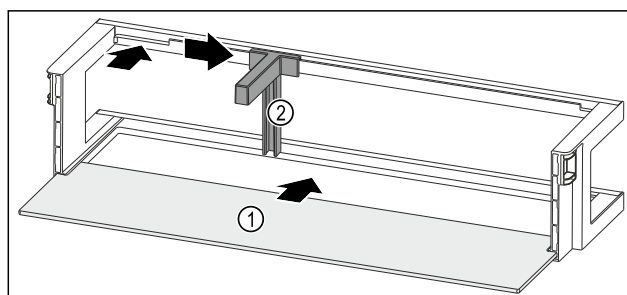

Fig. 92 Estantes en la contrapuerta con estante
- Introduzca el estante Fig. 92 (1) en los huecos laterales.
- Inserte el soporte para botellas Fig. 92 (2) en la entalladura.
- Deslice el soporte para botellas Fig. 92 (2) hacia un lado a la posición deseada.